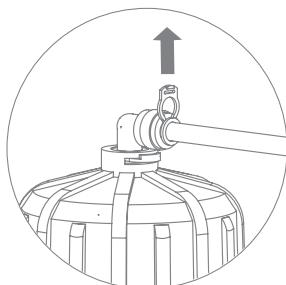

Рис. 17
3. Отсоедините стопорную клипсу, фиксирующую цангу (рис. 17). Отсоедините пластиковую трубку, удерживая цангу прижатой к корпусу (см. раздел «Отсоединение трубок»). При необходимости отсоедините все трубы от корпуса мембранны и извлеките его из корпуса фильтра.